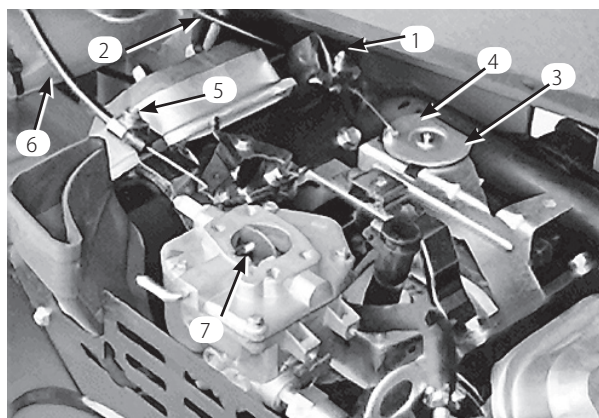

図 37
1. チョーク・ケーブルをエンジンに止めているクランプをゆるめる（図37）。
3. スロットル・ケーブルを十分に引いて、スイベルの後部をストップに接触させる（図37）。
1. チョーク・ケーブルをエンジンに止めているクランプをゆるめる (図37)。
3. ケーブルをしっかりと引いて、チョーク・バタフライを完全に閉じ、クランプを締める (図37)。